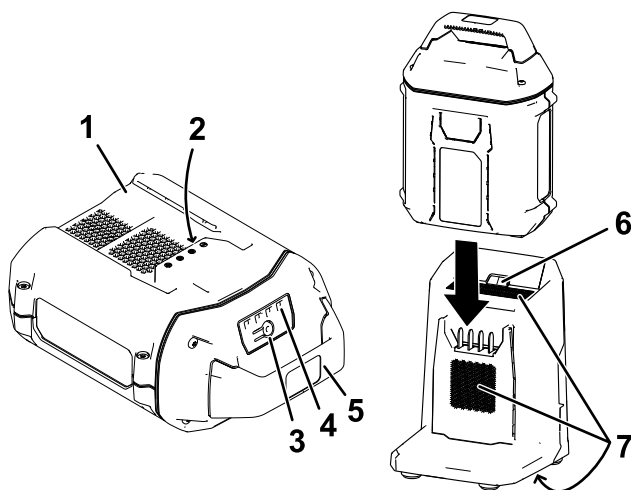

Figura 12
2. Alinee el hueco de la batería (Figura 12) con la lengüeta del cargador.
3. Introduzca la batería en el cargador hasta que esté completamente asentada (Figura 12).